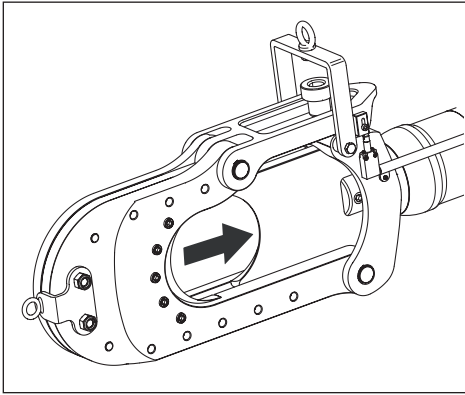

图 7，处于原位（完全缩回）位置的活塞和刀片
在切割头内放置任何材料前，务必确保活塞和移动刀片处于完全缩回的“原位”位置。参见图 7。
2. 确保活塞处于“原位”（完全缩回）位置。参见图 7。
1. 启动泵。将活塞移至“原位”（完全缩回）位置。参见图 7。